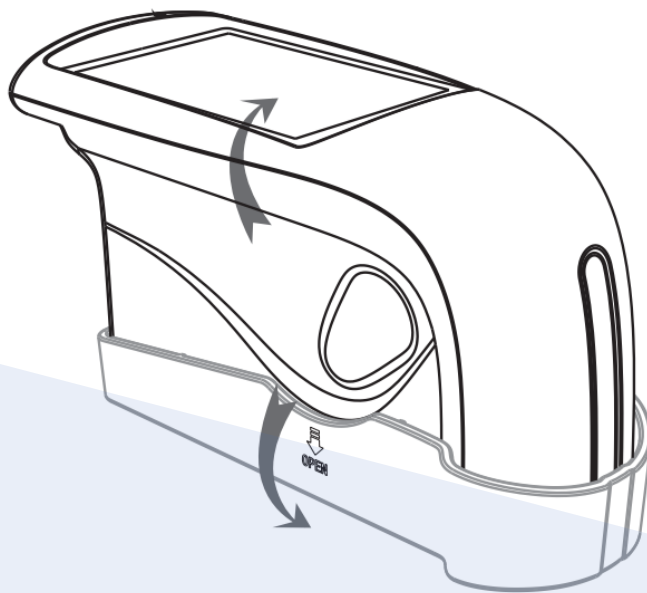

Figura 2. Método de separación
**\*Atención: El método para separar la cubierta protectora del instrumento se muestra en la figura 2. Sujete el instrumento con una mano, con la otra sujete la cubierta protectora y luego sepárela según la marca "Open". Sólo es necesario separarla por un lado. No la separe por dos lados.**